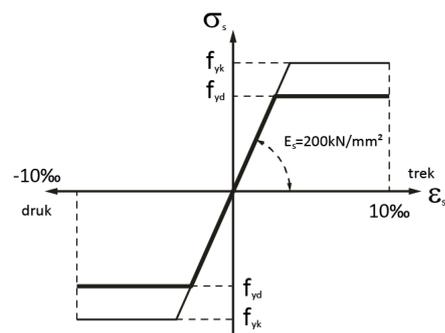

Figure 80 : Le diagramme bilinéaire
Pour l'acier, ConCrete se base sur un diagramme bilinéaire (Figure 80). Le module d'élasticité de l'acier est considéré égal à  $E_s = 200\,000\text{N/mm}^2$ .
- l'allongement ultime des armatures est limité à 10‰ (Figure 80);